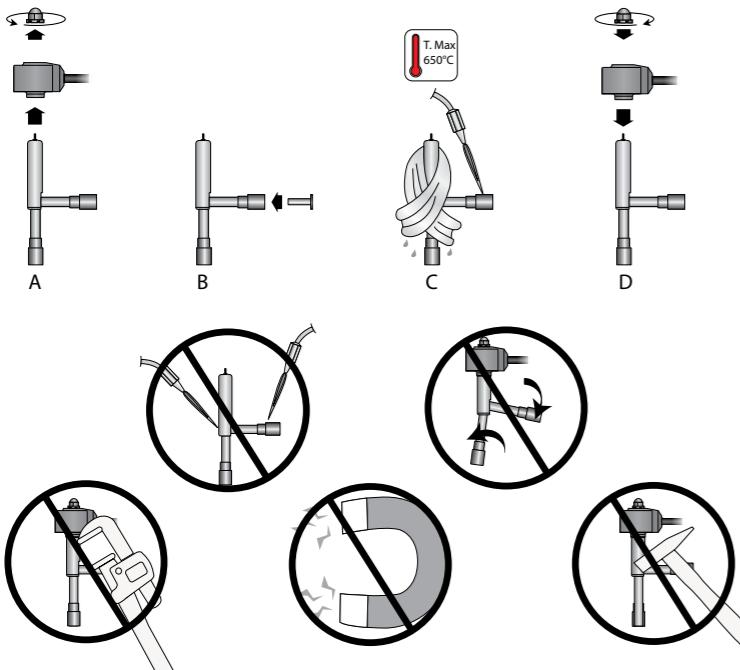

Fig. 2
2. inserire il filtro in rete metallica (opzionale) **esclusivamente sul raccordo laterale d'ingresso** (Fig.2-B) posizionandolo in battuta e bloccandolo col tubo del circuito, prima di saldare la valvola. Attenzione! Utilizzare questo filtro solo in modalità mono-direzionale. In caso di utilizzo della valvola in modo bidirezionale, prevedere idoneo filtro nel circuito.
2. install the metal mesh filter (optional) **exclusively on the side inlet connection** (Fig. 2-B), making sure it is fully inserted and secured in place by the pipe, before welding the valve. Important! Only use this filter for flow in one direction. If using the valve for flow in two directions, a suitable filter is required in the circuit;